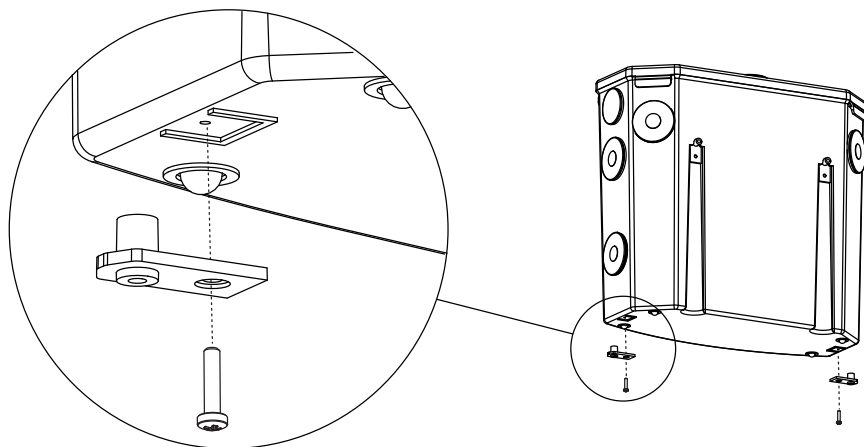

Figura 4
2. Fijar la unidad al piso con ayuda de los soportes (página 145, figura 4).